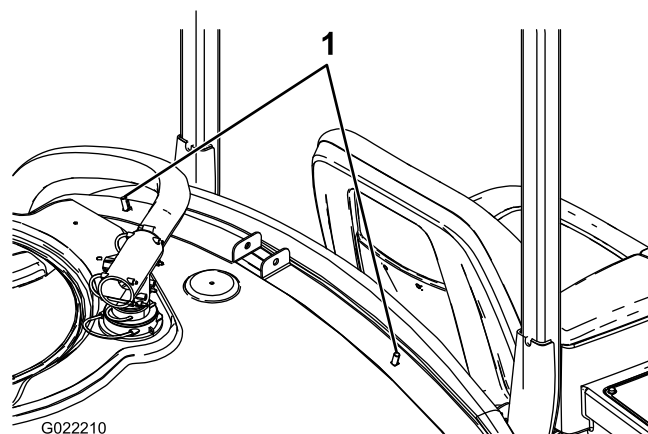

Figura 2
2. Montate 2 bulloni a testa tonda nei fori presenti sulla parte superiore delle fasce di fissaggio del serbatoio anteriori, inserendoli dal lato interno delle fasce (Figura 2).